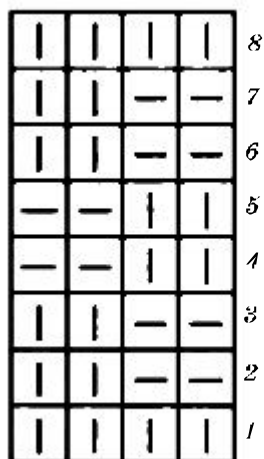

Рис. 46. Клеточный шов
**Клеточный пов:** число петель 4-кратное. По схеме четные и печетные ряды вяжутся кругами. Вязание петель повторяется по рашпорту. В первый раз повторяется с 1-го ряда по 8-й ряд (рис. 46).